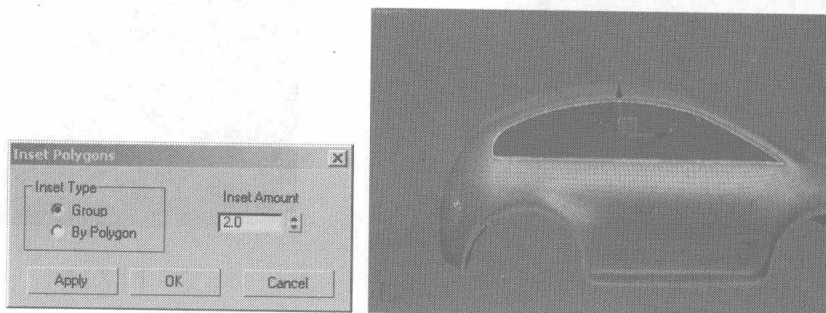

图 7.138
- 30** 选择车窗玻璃的面，单击 **Inset**  按钮右边的小方块，在弹出的对话框中设置加面参数，单击 **OK** 按钮，如图 7.138 所示。然后单击 **Detach** 按钮，将添加的面分离。